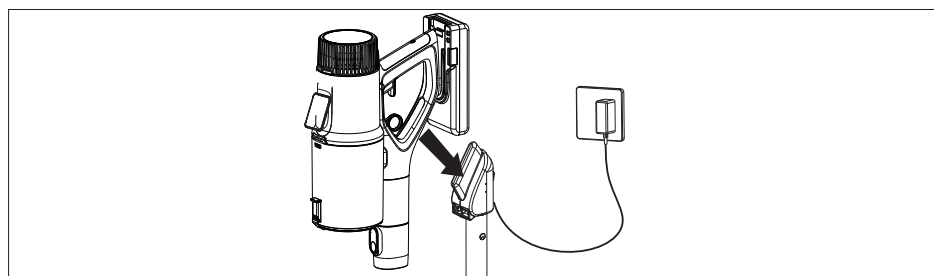

Fig. 7 – Carga en el soporte de pie
Boquilla para ranuras (7) (véase la fig. 7)	Aspiración de esquinas, zonas inaccesibles para la boquilla de suelo, marcos de ventanas, pliegues de tela, etc.
Boquilla 2 en 1 (8) (véase la fig. 7)	- Cepillo: aspiración de objetos delicados, como libros, marcos de cuadros, tapicerías, cortinas y rejillas - Solo la boquilla: camas, sofás y tapicerías